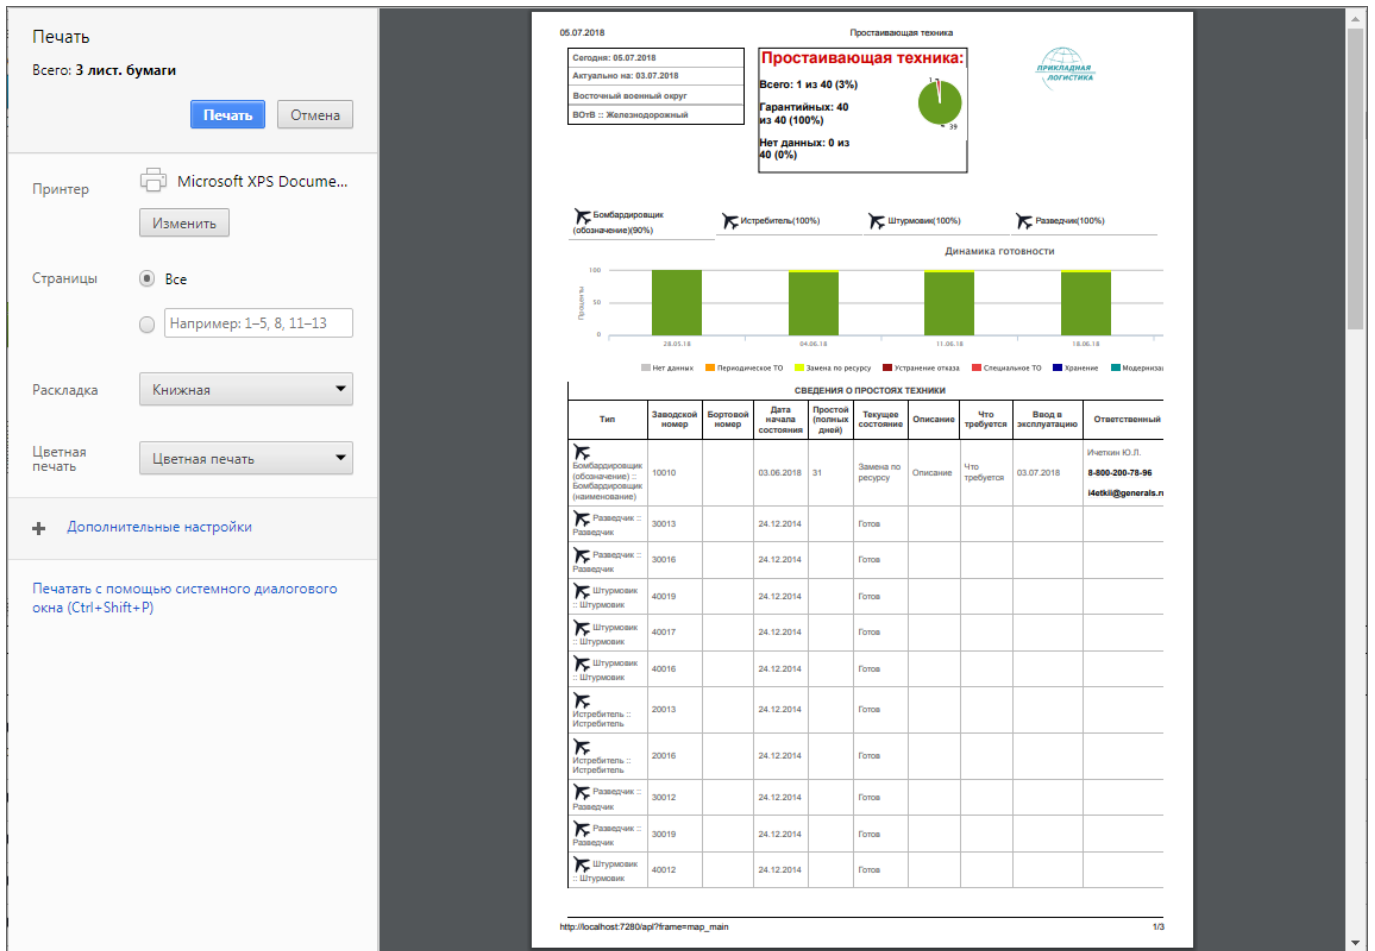

Рис. 6-20 – Формирование отчета по готовности техники в отдельной точке базирования, стране, региону или военному округу в печатном виде
7) Кнопка «Версия для печати» для формирования страницы с данными по готовности техники в печатном виде (рис. 6-20). В отчет включены все сведения, которые отображаются на странице web-браузера.